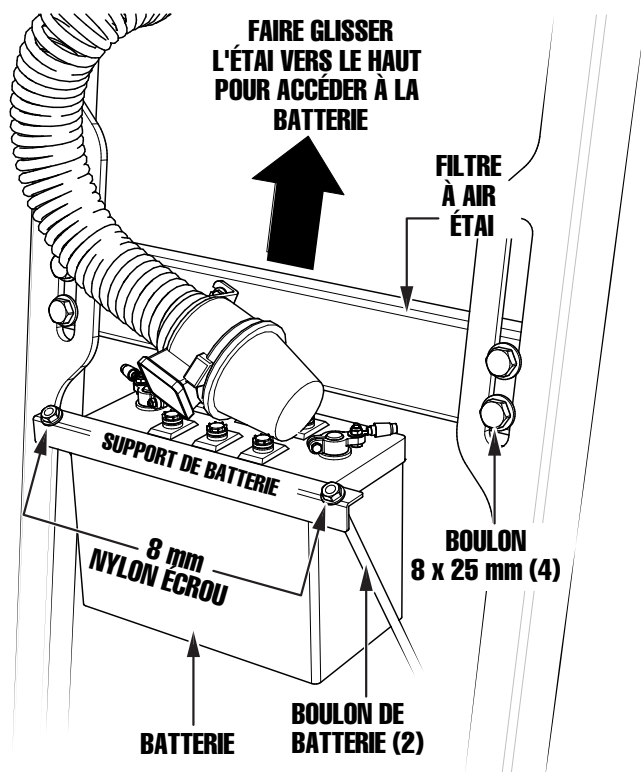

Figure 3. Accès à la batterie
2. Desserrer les quatre boulons de 8 x 25 mm qui fixent l'étais du filtre à air (Figure 3) au châssis.
3. Faire glisser l'étais du filtre à air vers le haut pour accéder à la batterie, puis resserrer les quatre boulons de 8 x 25 mm pour fixer l'étais à sa place (Figure 3).
4. Retirer les deux écrous en nylon de 8 mm des boulons de la batterie qui fixent le support de batterie à la batterie (Figure 3). Retirer le support de la batterie, et mettre le support et ses attaches de côté.